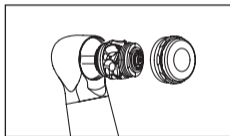

Fig. 31
- 4 À l'aide de la fraise, retirez délicatement la cartouche entière de la tête (Fig. 31).